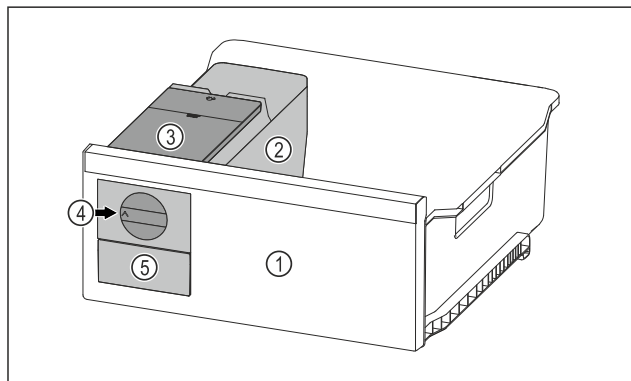

Fig. 165 Beispielhafte Darstellung
- Drehknopf Fig. 165 (4) im Uhrzeigersinn bis zum Anschlag drehen.
- Eiswürfel fallen aus der Eiswürfelschale in das Eiswürfel-schubfach Fig. 165 (5).